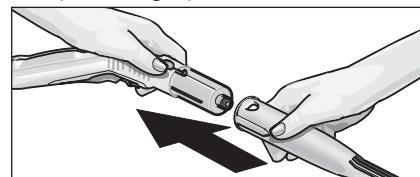

Fig. 2: Innesto dell'accessorio nella pistola vaporizzatrice
- Collegare l'accessorio desiderato (D1,E1, F1) alla pistola vaporizzatrice (C1). A tal fine infilare l'estremità tubolare dell'accessorio nella pistola vaporizzatrice (C1). Spingere poi l'accessorio nella pistola vaporizzatrice finché s'innesta il pulsante di sblocco (C3) della pistola vaporizzatrice (si veda fig. 2).